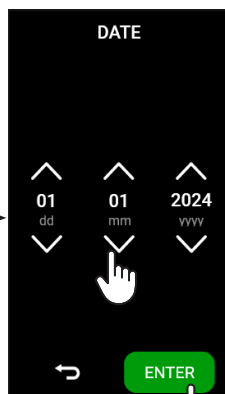
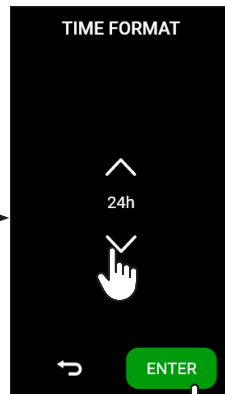

fig.4
fig.5
En el caso de una instalación empotrada en la que haya un estante encima del aparato, deje un espacio de ventilación de al menos 5 cm entre la parte inferior de la estantería y la parte superior del dispositivo (fig.4). Coloque el aparato sobre una superficie móvil, que disponga por tanto de un sistema de extracción por raíles deslizantes, para permitir el llenado del depósito de agua desmineralizada, situado en la parte superior, y el acceso al interruptor general situado en la parte posterior del aparato (fig.5).
Si va a instalarlo dentro de un armario, deje un espacio de ventilación de al menos 5 cm entre la parte inferior del estante y la parte superior del dispositivo (fig.5).
- Configure la fecha actual y pulse ENTER (fig.4);
- Configure el formato de la hora y pulse ENTER (fig.5);